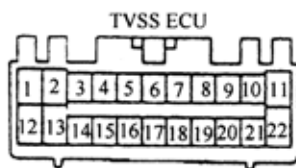

图 9-266
(2)检查线束(TVSSECU 钥匙未锁报警开关)，如图 9-266 所示。
(3)检查线束(钥匙未锁报警开关搭铁)(见图 9-266 所示)。